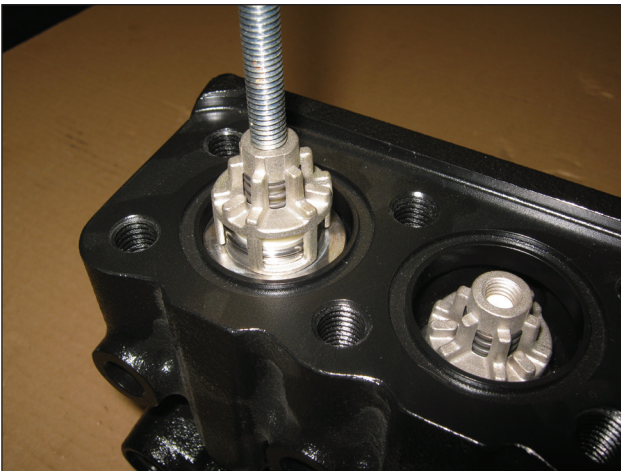

图18
- 使用代码为26019400的锤头式提取器抽出吸油阀和排油阀单元（图18）。